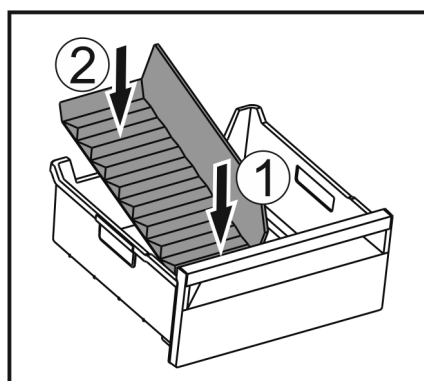

Fig. 214
- Umetnite prednji dio pregrade ladice za led. Fig. 214 (1)
- Spustite stražnji dio pregrade ladice za led do dna ladice. Fig. 214 (2)